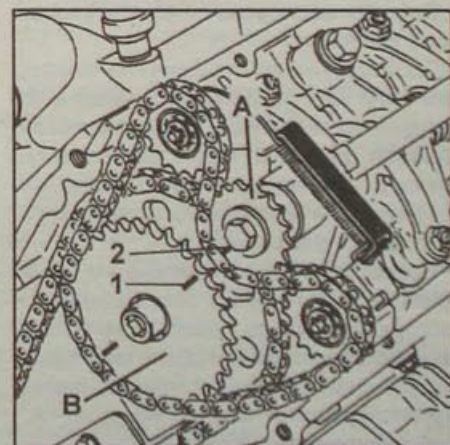

Рис. 2.27. Установка звездочек распределительного и балансировочного валов:
Дальнейшая затяжка болтов не требуется. Установите звездочку (А, рис. 2.27) вместе с целью, затем звездочку (В), совмещив метки (1) и (2).